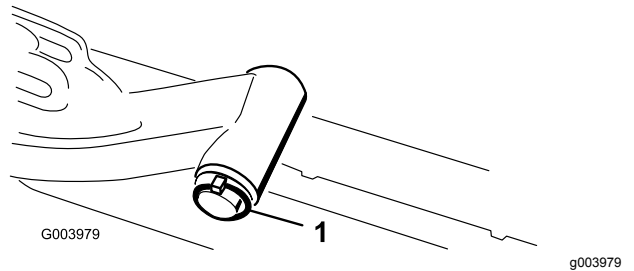

Figura 12
elevación al brazo de elevación, y deslice el eje pivotante fuera del brazo de elevación (Figura 12).
- C. Introduzca el eje del brazo de elevación en el brazo de elevación y fíjelo con la arandela y el pasador de seguridad (Figura 12).